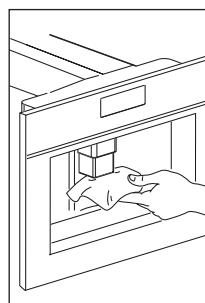

Fig. 36
- Limpe os bicos periodicamente com uma esponja (Fig. 36).